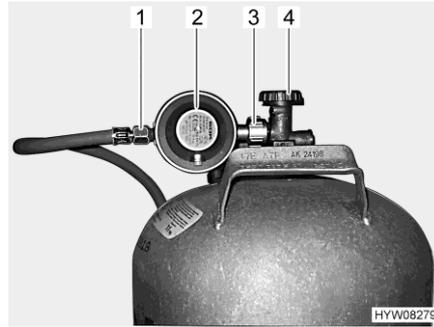

Fig. 43 Raccordo bombola del gas
- Chiudere la valvola principale di arresto (Fig. 43,4) della bombola del gas. Osservare la direzione della freccia.
- Tenere fermo il regolatore di pressione del gas (Fig. 43,2) e aprire il dado zigrinato (Fig. 43,3) (generalmente filettatura sinistra).
- Rimuovere il regolatore di pressione del gas con il tubo del gas (Fig. 43,1).
- Collocare il regolatore di pressione del gas (Fig. 43,2) con il tubo del gas (Fig. 43,1) sulla bombola del gas e serrare il dado zigrinato (Fig. 43,3) (generalmente filettatura sinistra). **Non** tirare con molta forza.